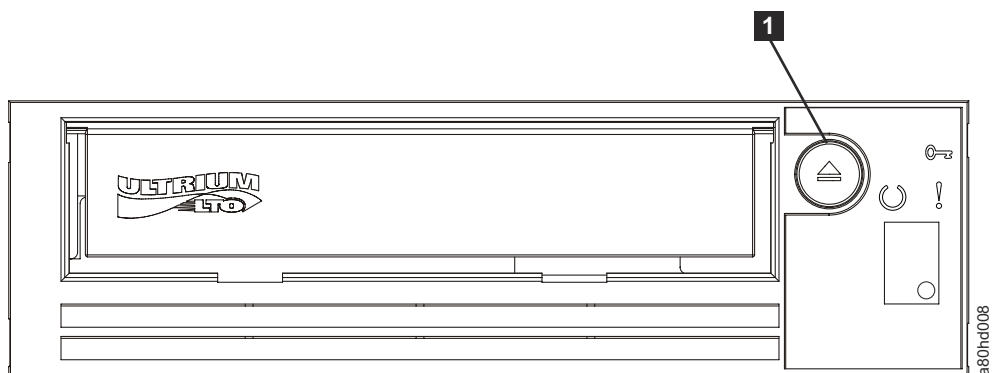

Figure 17. Réinitialisation de l'unité
Vous pouvez réinitialiser l'unité sans mettre hors tension l'unité et le système. Cette action peut être nécessaire si l'unité cesse de répondre. Appuyez sur la touche **Eject** du panneau avant du lecteur de bande et maintenez-la enfoncée pendant 10 secondes (Figure 17, à la page 22). Le lecteur force un vidage de mémoire des données techniques vitales dans la mémoire du lecteur et écrase le vidage existant. L'unité redémarre ensuite pour permettre la communication.
2. Appuyez sur **Éjection**. Consultez **1** dans Figure 17, à la page 22. L'unité rembobine la bande et éjecte la cartouche. Le témoin prêt/activité clignote en vert pendant le rembobinage de la bande, puis s'éteint avant l'éjection de la cartouche.